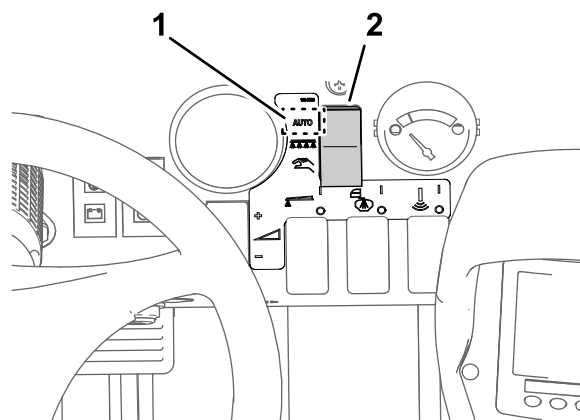

Figura 40
3. Mueva el interruptor del modo de fumigación al Modo de caudal de aplicación (Figura 40).